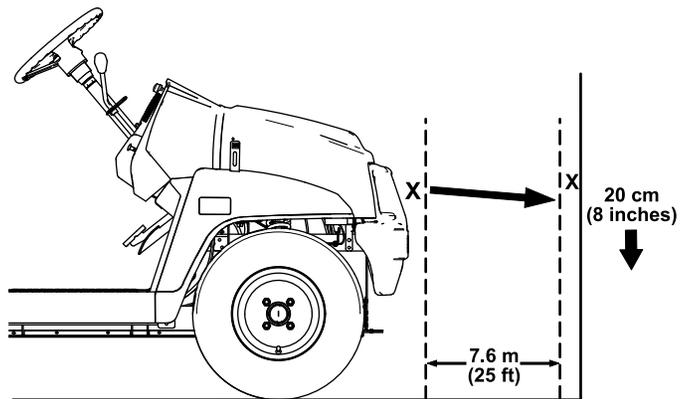

図 44
1. 平らな場所で、ヘッドライトを壁に向け、ライトと壁の距離が 7.6 m 程度になるように駐車する **図 44**。
ヘッドライトのビームの最も明るい部分が、壁に付けた印の約 20 cm 下を照らしていればよい **図 44**。